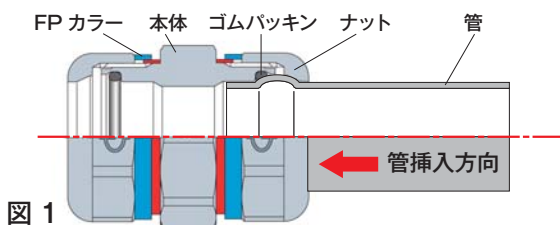

図 1
- ① 継手部品（図 1 参照）の脱落がないことを確認し、管の拡管部や継手のねじ部およびシール部の表面状態を調べ、塵埃、油脂、汚水等の異物付着がないことを確認します。
- ② 管の拡管部が拡管ゲージの合格範囲になっていることを確認します。
- ③ 管と継手本体の軸線を合わせます。
- ④ 拡管した管を本体に挿入して、ナットが FP カラーに当たるまで手で締めます。